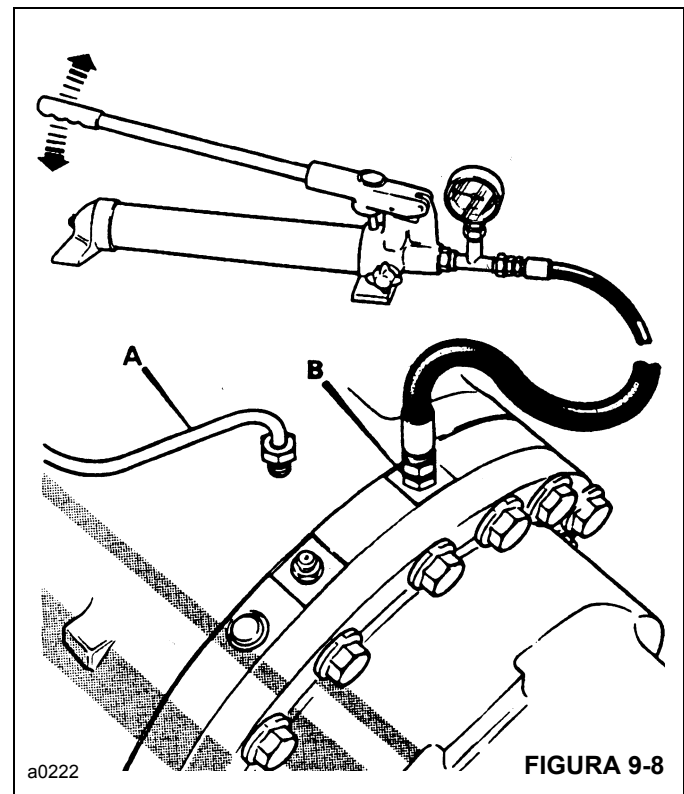

FIGURA 9-8
2. Remova e tampe a linha de alimentação do pistão do freio **A** Figura 9-8.
- b. Instale a bomba manual equipada com um manômetro de 0 a 68,90 bar (0 a 1000 psi) no orifício **B** Figura 9-8.